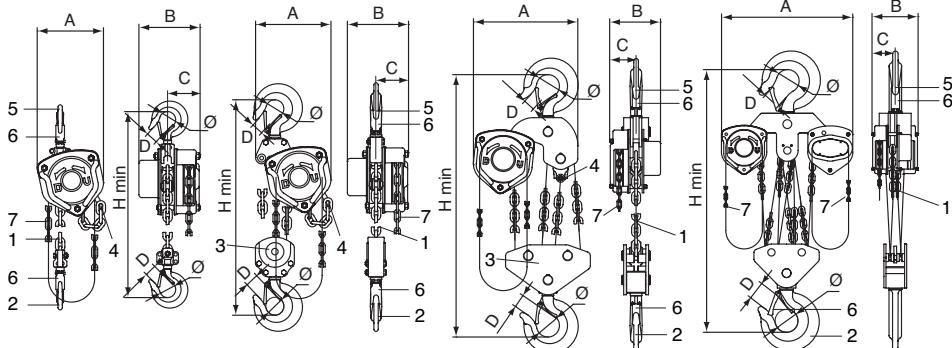

Fig. 1
Le palan tralift™ est fourni équipé d'une chaîne de levage (rep. 1, fig. 1) et d'une chaîne de manœuvre (rep. 7, fig. 1) compatible pour une hauteur standard de levée de 3 m.
La chaîne de levage est constituée d'un ou plusieurs brins (voir § 2 spécifications techniques) avec à son extrémité côté charge un crochet de levage (rep. 2, fig. 1) et, à l'autre extrémité (côté brin mou), la chaîne de levage est fixée à une butée de fin de course basse (rep. 4, fig. 1) elle même fixée à l'appareil.
3. Vérifier le bon état des crochets (rep. 2, fig. 1) et des lingues de sécurité (rep. 6, fig. 1).
4. Vérifier que l'extrémité de chaîne de levage côté brin mou est fixée à la butée de fin de course basse de l'appareil (rep. 4, fig. 1).
1. Vérifier que le palan tralift™ est correctement suspendu à son crochet de suspension (rep. 5, fig. 1) et que le lingue de sécurité du crochet (rep. 6, fig. 1) est bien fermé (voir fig. 2 et 3).